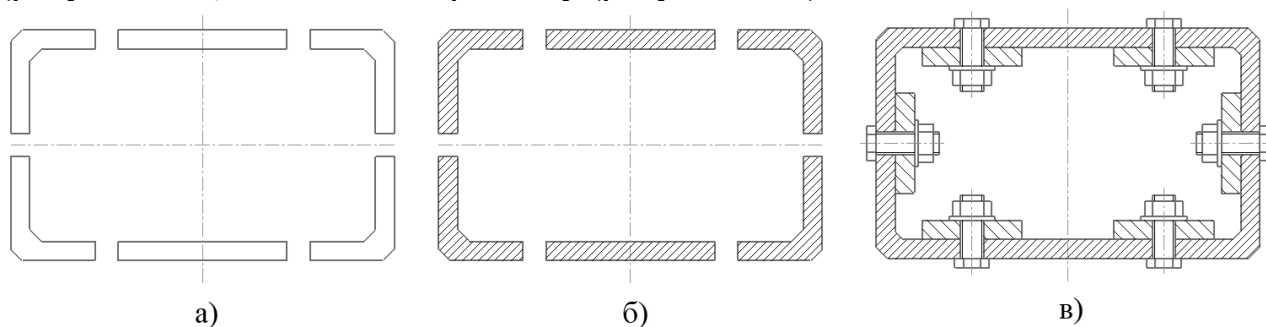
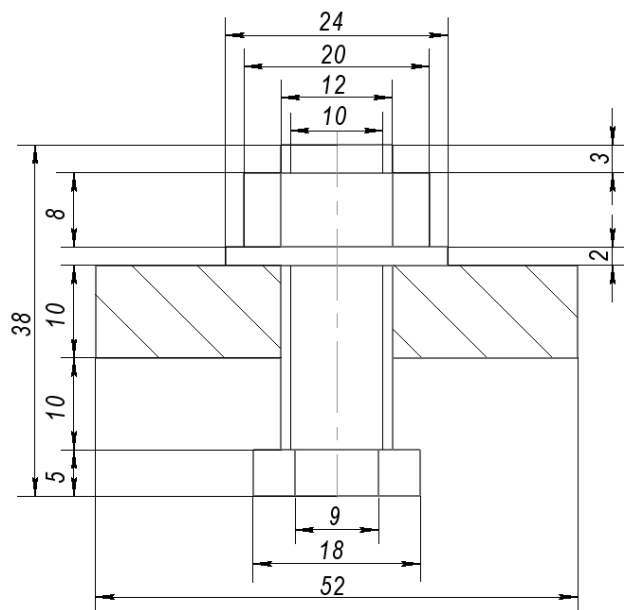

Рисунок 42 – Последовательность выполнения задания
Рисунок 43 – Исходные данные для выполнения чертежа болтового соединения
4. Постройте симметричное изображение половины корпусной детали (рисунок 42 а). Нанесите штриховку (рисунок 42 б).
5. Вычертите или вставьте из библиотеки стандартных графических объектов изображение соединения болтом. Изобразите пластину в разрезе с углом штриховки  $135^\circ$  (рисунок 43). Вставьте изображения соединения болтом в соответствующие места сборочного чертежа с различным углом вставки (рисунок 42 в).
6. Постройте вспомогательные линии, отражающие проекционную связь между видом сверху и главным видом. Выполните изображение вида сверху (рисунок 43). Вычертите или вставьте изображения болтового соединения на виде сверху.